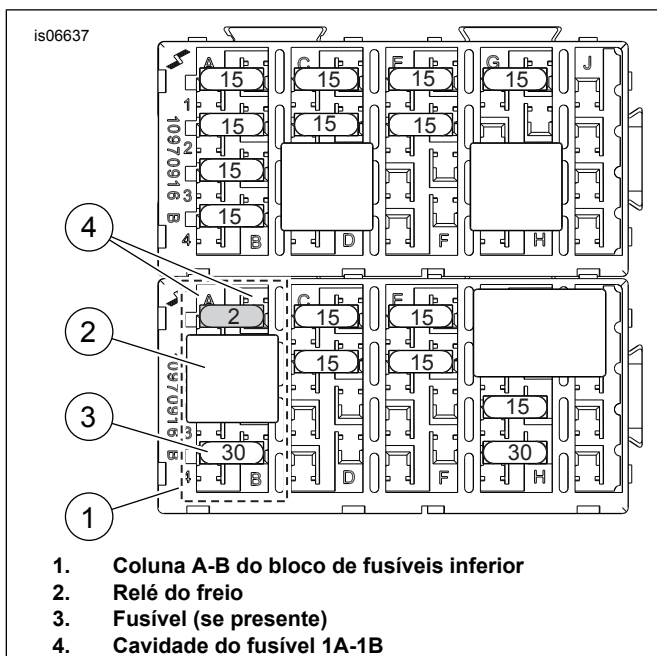

Figura 14. Cavidade de fusível "P&A IGN" (modelos Touring ano 2008 e posteriores)
- Consulte Figura 14. Localize a cavidade de fusível 1A-1B (marcada com "P&A IGN" e "2A MAX" na tampa), no bloco de fusíveis inferior (1). Remova o relé do freio (2) e o fusível (3, se houver) instalados na coluna A-B e anote a localização deles.